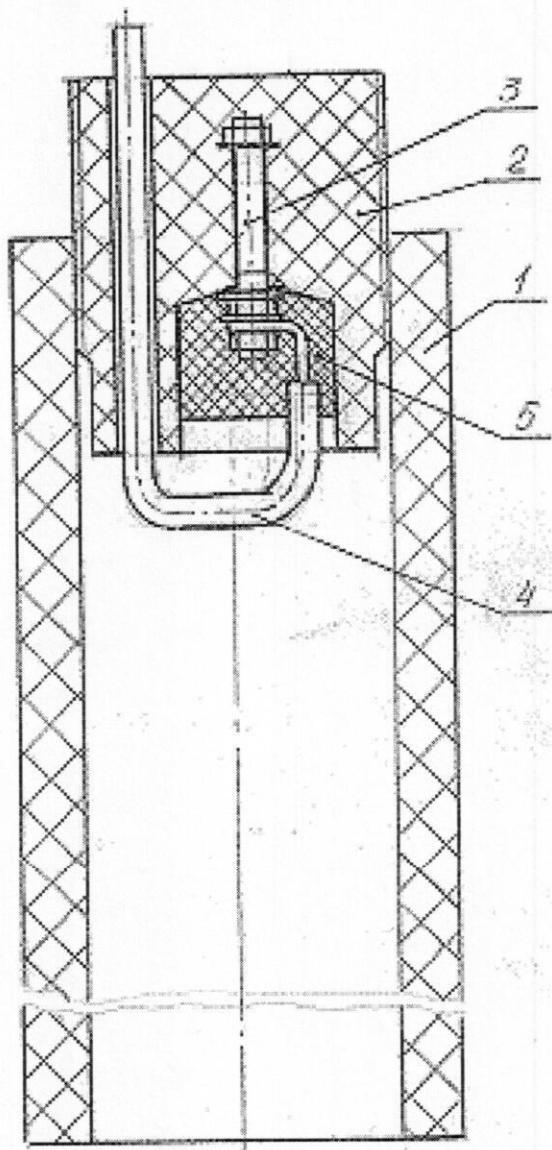

Рис.1. Конструкция одноэлектродного заземлителя и варианты соединения питающего провода (кабеля) с соединителем-токовводом.
3.2. Одноэлектродный заземлитель (рис.1) состоит из электрода 1, в резьбовой конец которого ввернут соединитель-токоввод 2 электрически соединенный посредством шпилечного (шпилька-гайка) соединения с питающим кабелем 4. Монтажные отверстия залиты изоляционной массой (эпоксидной смолой или битумом) 5. Причем в вертикальных заземлителях отверстия с питающим кабелем заливают только на 40-50% его глубины для создания в отверстиях газовой полости, предотвращающей утечку анодного тока с металлических элементов токоввода в случае некачественной изоляции.